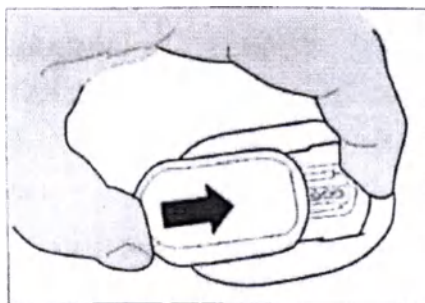

Рисунок 13. Установка и фиксация передатчика на датчике
15. Установите передатчик на датчике: Вставьте передатчик в основание датчика и зафиксируйте (рисунок 13).